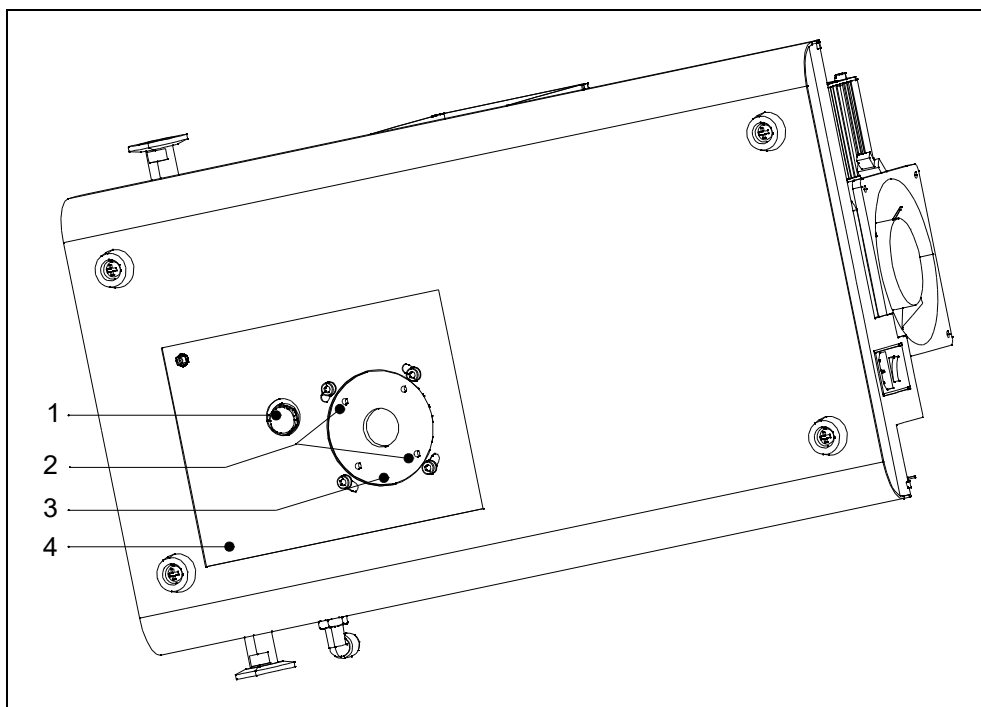

図 7-3 オイルリザーバのカバー
- 4 オイルリザーバを交換するために、ターボ分子ポンプ底面のカバーを取り外す必要があります。詳細は図 7-3/3 を参照してください。